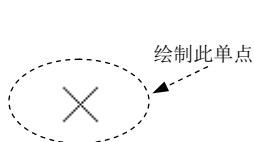
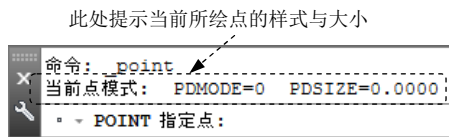

图 2.5.1 创建单点
图 2.5.3 命令行提示
在 AutoCAD 中, 点对象可用做节点或参考点, 点对象分单点和多点。使用单点命令, 一次只能绘制一个点。下面以图 2.5.1 为例, 说明绘制单点的一般操作步骤。
Step3. 此时系统命令行提示图 2.5.3 所示的信息, 在此提示下在绘图区某处单击 (也可以在命令行输入点的坐标), 系统便在单击处绘制图 2.5.1 所示的点对象。